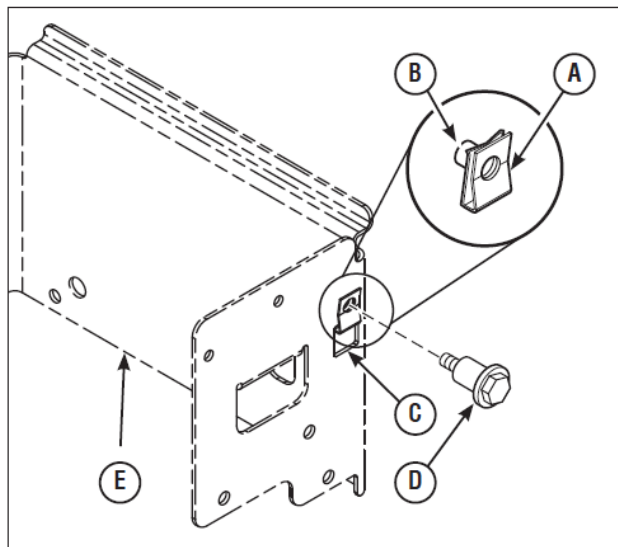

図6
1. 5/16-18のスピードナット（図6のA）ねじ部（B）が、リアフレーム支え（E）の内側になるように、芝刈機後部のリアフレーム支えの四角い穴（C）を通して差し込んでください。